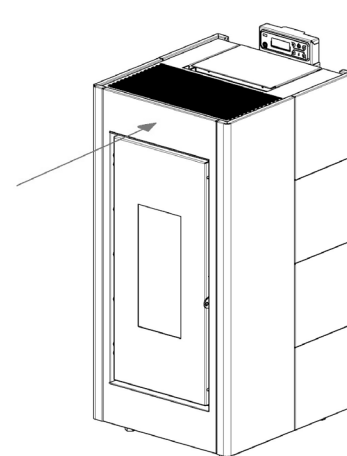

Fig. 39 - Vrnite sprednjo ploščo na mesto
- Namestite sprednjo ploščo (gl. **Fig. 39**).